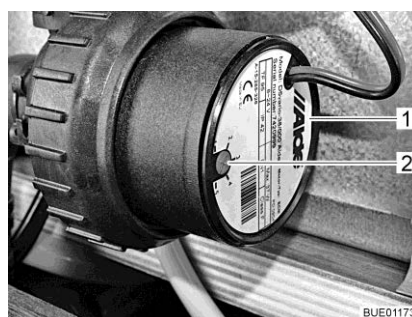

Fig. 215 Réduction de la vitesse de rotation
Le bouton tournant (Fig. 215,2) permet de régler la vitesse de rotation du circulateur. Une faible vitesse de rotation réduit les bruits de fonctionnement de la pompe.
Le bouton tournant se trouve sur le circulateur (Fig. 215,1).
- Tourner le bouton tournant (Fig. 215,2) dans le sens inverse des aiguilles d'une montre. La puissance est réduite.